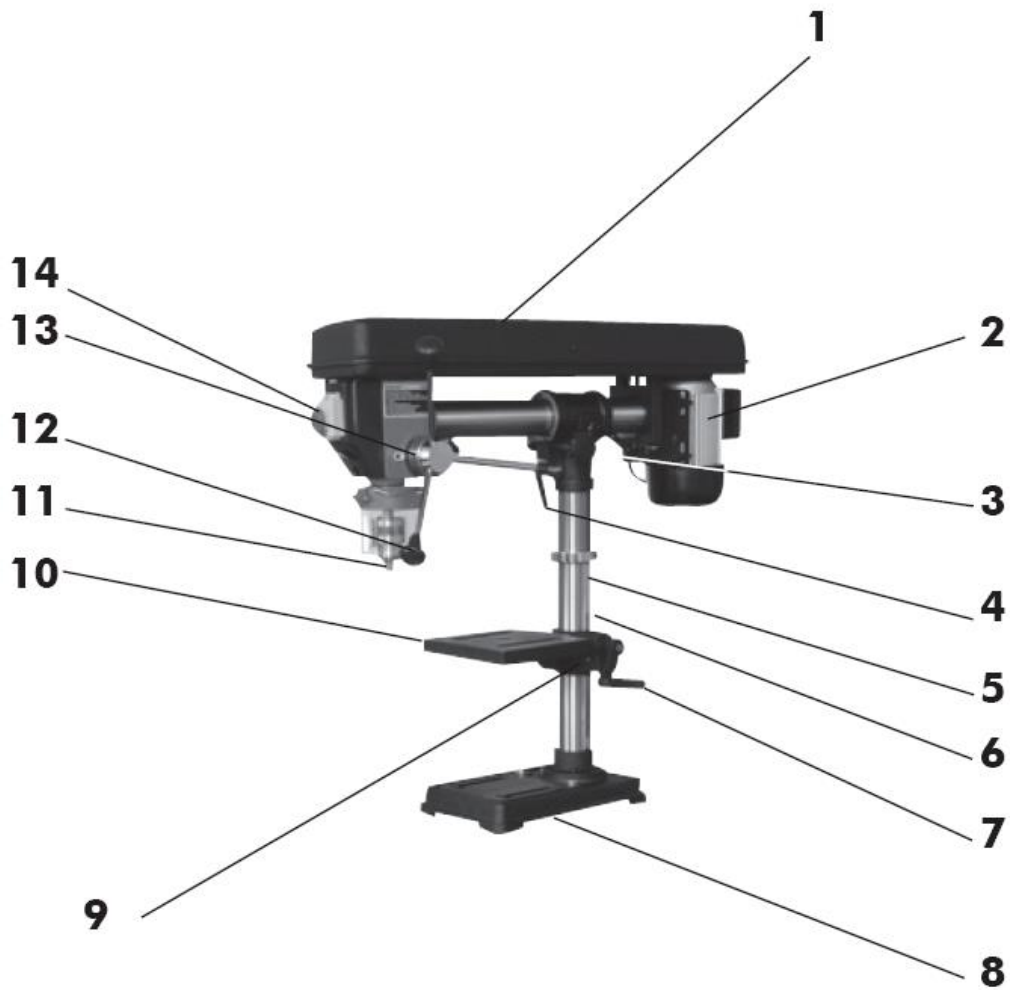

Abb. 1.2/ Fig. 1.2
17.3 Descripción de SB 3116RMN Fig. 1.2